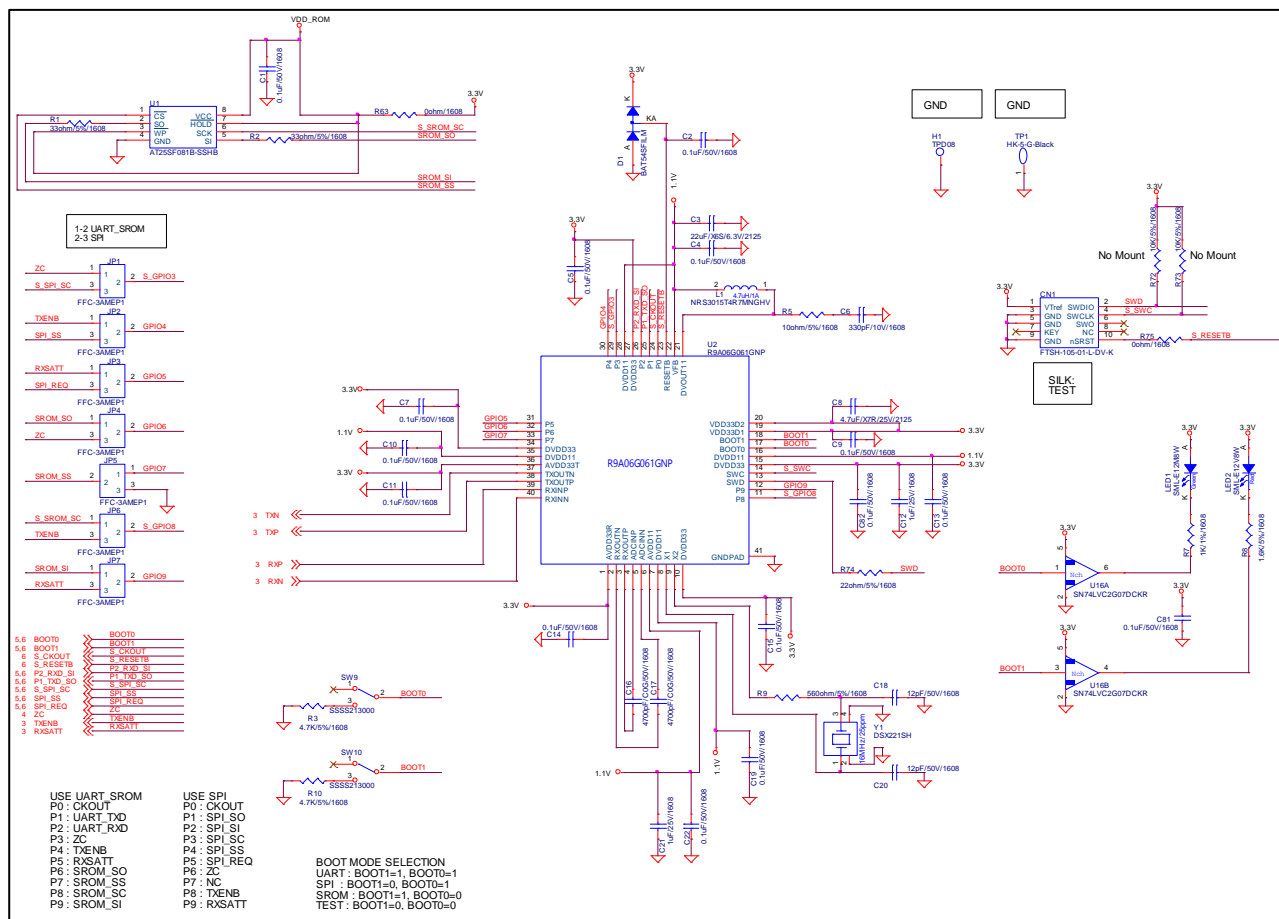

Figure 6-1 AC-PLC ボード (R9A06G061 周辺回路)
- 6.1 節に回路設計例(Figure 6-1-Figure 6-8)、6.2 節に Bill of materials の例(Table 6.1-Table 6.5)に示します。